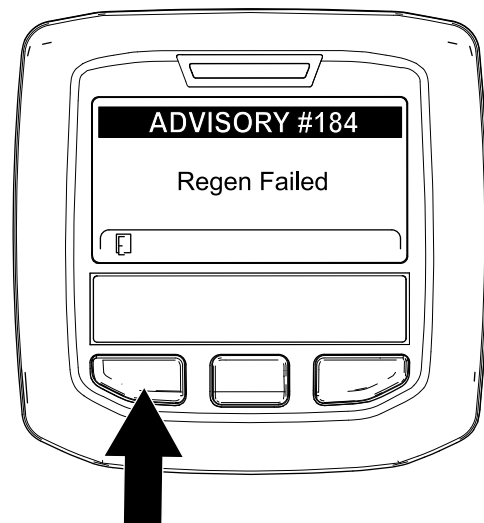

Figure 34
- Remarque:** Si la régénération échoue, l'InfoCenter affiche Advisory #184 (avis n° 184) (Figure 34). Appuyez sur le bouton gauche pour quitter l'écran d'accueil.